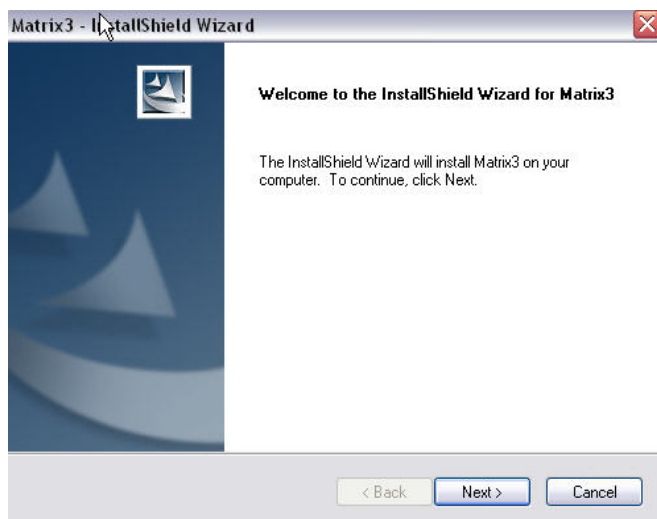

Рис. 7
7. Нажмите «NEXT» [ДАЛЕЕ], чтобы продолжить установку и перейти к окну «InstallShield Wizard» [Мастера установки] системы Matrix3 (Рис. 7). Нажмите кнопку «BACK» [НАЗАД], чтобы вернуться на предыдущий экран или нажмите «CANCEL» [ОТМЕНА], чтобы завершить установку ПО.
8. Нажмите «NEXT» [ДАЛЕЕ]. «InstallShield Wizard» [Мастер установки] системы Matrix3 начнет установку (Рис. 7).